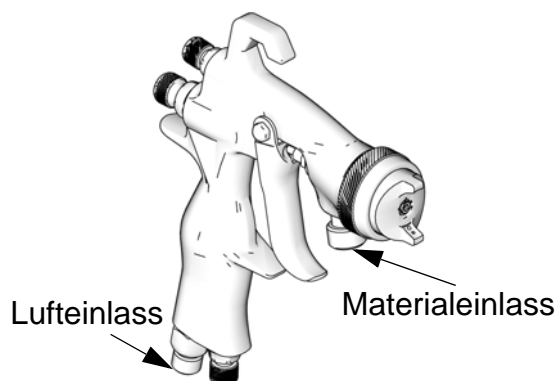

ABB. 1
4. Eine Quelle für saubere, trockene und gefilterte Luft am Pistolen-Lufteingang anschließen. Siehe ABB. 1.
5. Einen Materialschlauch am Materialeinlassfitting anschließen. Siehe ABB. 1.